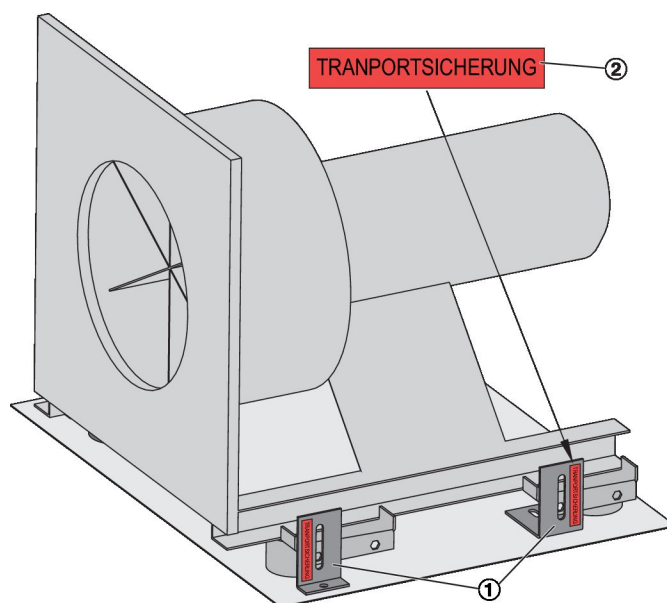

Abb. 9: Transportsicherungen
1. ▶ Am Ventilator die mit einem roten Aufkleber (Abb. 9 /2) markierten Winkel (Abb. 9 /1) demontieren.